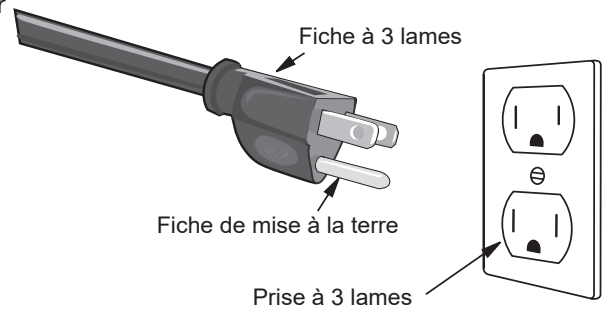

Figure 1
- Pour votre sécurité personnelle, la table de cuisson doit être correctement mise à la terre. Une broche à 3 prises correctement mise à la terre (voir figure 1) doit être située 12 po en-dessous du comptoir et à portée de la rallonge de quatre pieds de la table de cuisson.